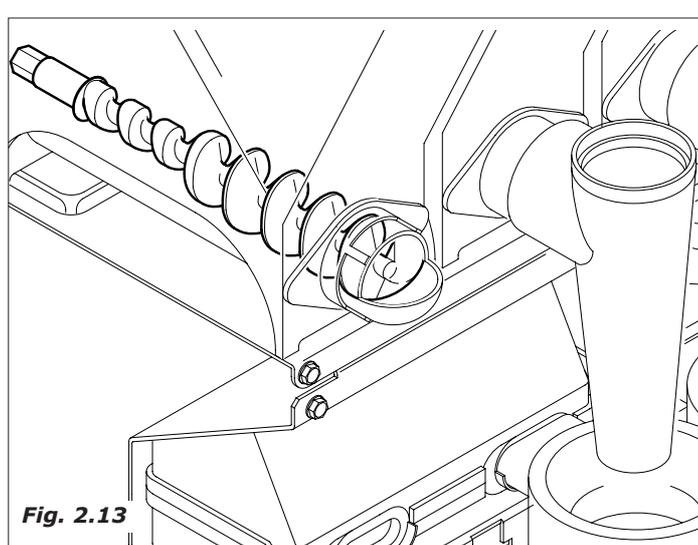

Fig. 2.13
- Se activa el motorreductor de producto soluble haciendo girar la espiral del contenedor de producto y dispensando sobre la batidora la dosis programada, (en algunas versiones más productos pueden cargarse en la misma mezcladora, vean el caso de leche y chocolate) (Fig.2.13).